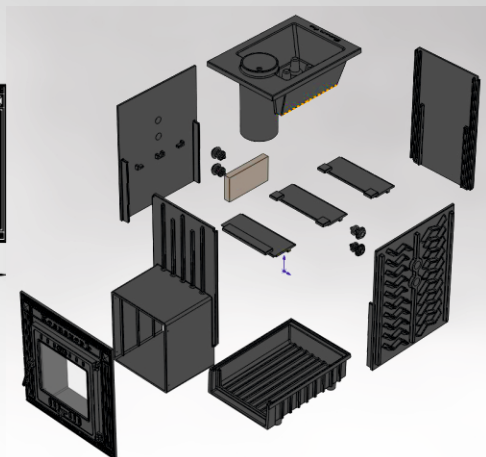

Рисунок 2
1.4.2 Печь сборная, состоит из следующих элементов (рисунок 2):